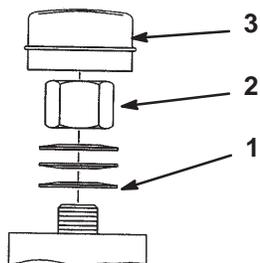

Figure 63
- Retirez le capuchon anti-poussière de la roue et serrez le contre-écrou (Fig. 63).
- Continuez de le serrer jusqu'à ce que les rondelles élastiques soient aplaties, puis desserrez-le de 1/4 de tour pour obtenir la précharge correcte des roulements (Fig. 63).
Important Veillez à installer les rondelles comme illustré à la Figure 63.